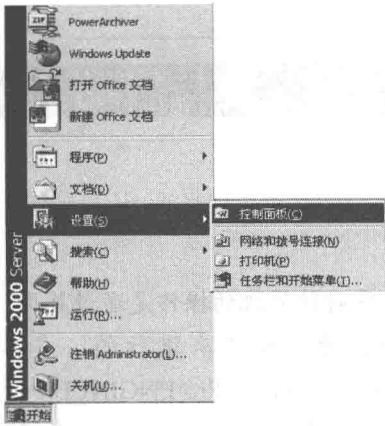

图 1.1 选择【控制面板】操作
- (1) 如图 1.1 所示,依次选择【开始】|【设置】|【控制面板】命令,进入【控制面板】